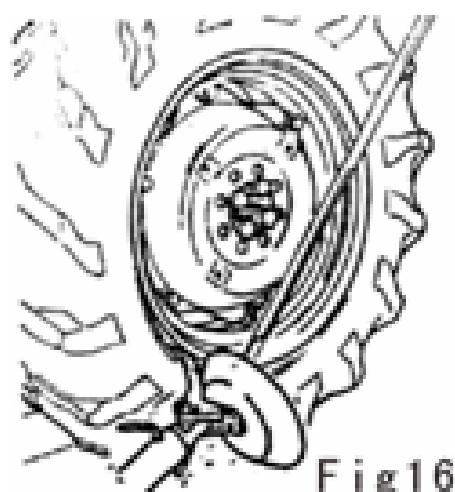

Fig 16
(1) Установите инструментальную консоль (9) в исходное положение, переведите его к внешней стороне колеса и зафиксируйте в рабочем положении.
(2) Вращайте колесо, одновременно с этим переведите монтажный палец вперед и установите его между ободом и бортом шины.
(3) Поверните обод так, чтобы он был на расстоянии 4-5 см от инструмента. Это позволит избежать соскальзывания борта с инструмента.
(4) Переведите монтажный палец к внешнему краю обода.
(5) Вставьте монтировку между ободом и бортом справа от инструмента (рис. 16).